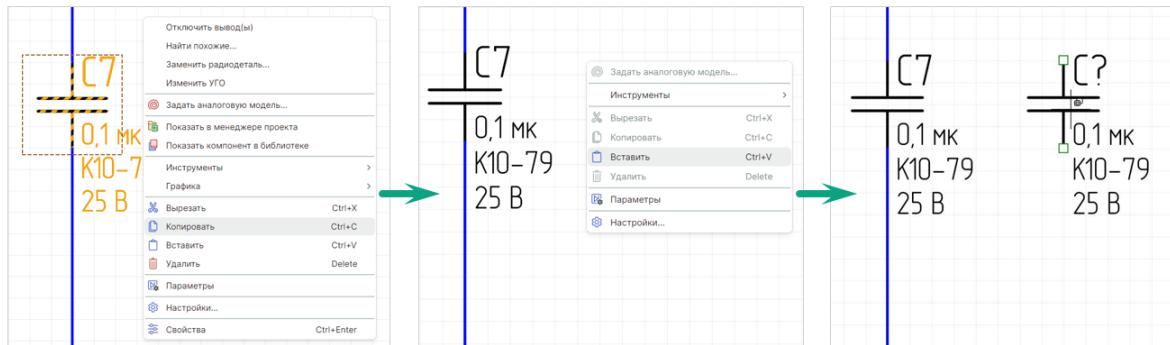

Рис. 211 Копирование и вставка объекта на схеме
3. Перейдите на свободное место листа схемы и в контекстном меню выберите пункт «Вставить» или воспользуйтесь сочетанием клавиш «Ctrl+V», после чего скопированный объект будет размещен, см. Рис. 211.